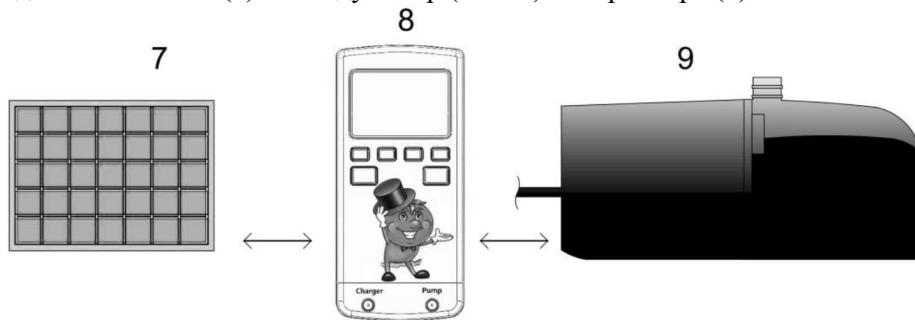

Рис.6
- Установите контроллер (8) в затененном месте, защищенном от конденсата, влаги и осадков, например, снаружи теплицы под козырьком. Контроллер должен быть полностью заряжен.
- Установите солнечную батарею (7) в хорошо освещенном солнцем месте, например, на крыше теплицы или рядом с ней максимально возможно в южном направлении.
- Подключите солнечную батарею (7) к гнезду Charger (Зарядка) контроллера (8) согласно Рис.6.
- Подключите насос (9) к гнезду Pump (Насос) контроллера (8).